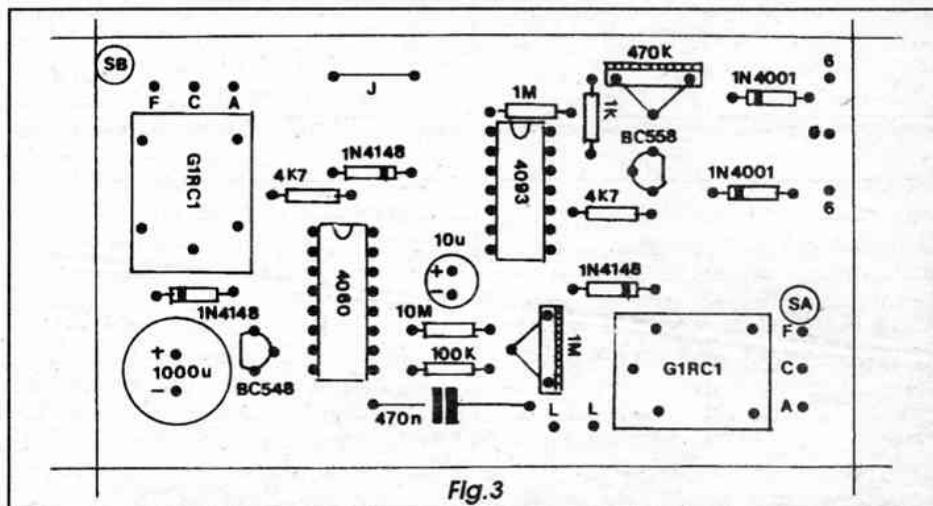

Fig.3
- **FIG. 3 - CHAPEADO DA MONTAGEM** - O outro lado da placa (não cobreado), também em tamanho natural, com praticamente todos os componentes do circuito devidamente posicionados e identificados em seus valores, códigos e polaridades. Lembrar que os dois integrados, os dois transistores, os cinco diodos e os dois capacitores eletrolíticos, são componentes *polarizados*, devendo ter seus terminais inseridos à placa exatamente nas posições indicadas (qualquer inversão redundará em danos ao componente e obstará o funcionamento do circuito...). Os relês também precisam ser colocados na placa em posição correta, porém a sua própria disposição de pinos inibe uma eventual incorreção... Quanto aos demais componentes, não polarizados, o único *segredo* é ler previamente, com precisão, seus valores, de modo a não colocá-los na placa em lugares errados... Não esquecer do *jumper* (codificado como J, na figura...), nada mais do que um pedacinho de fio interligando dois furos/ilhas... Lembrar ainda (na furação prévia...) que os terminais dos relês e dos *trim-pots* são um pouco mais grossos do que os dos outros componentes, requerendo assim um diâmetro um pouquinho maior nos respectivos furos... Se *pintarem* dúvidas, recorrer ao **TABELÃO APE**... Conferir tudo ao final, com extrema atenção, aproveitando para